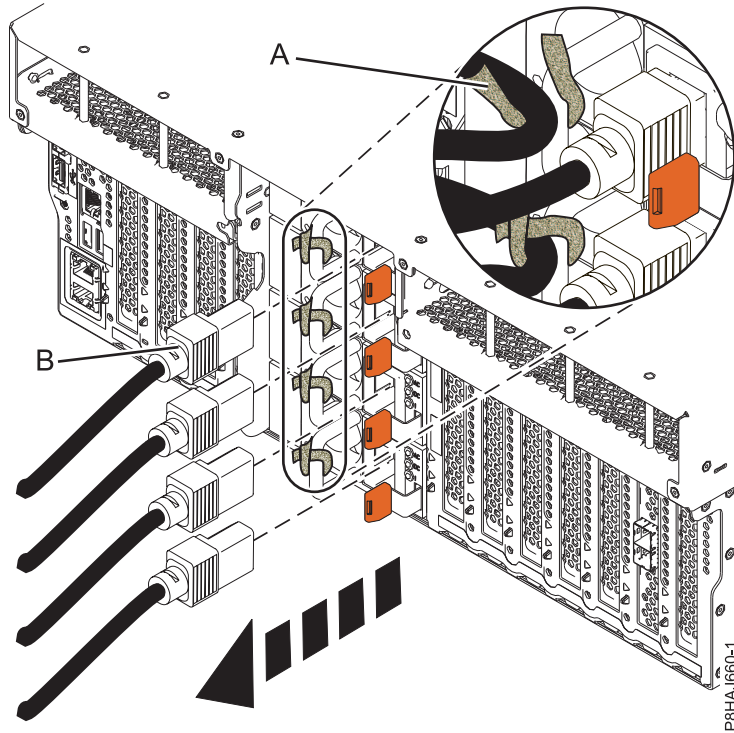
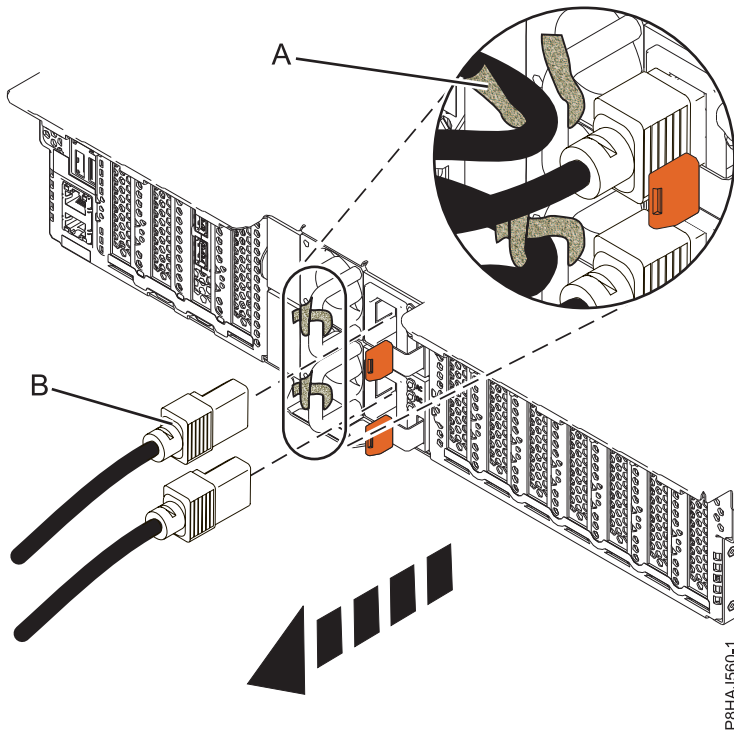
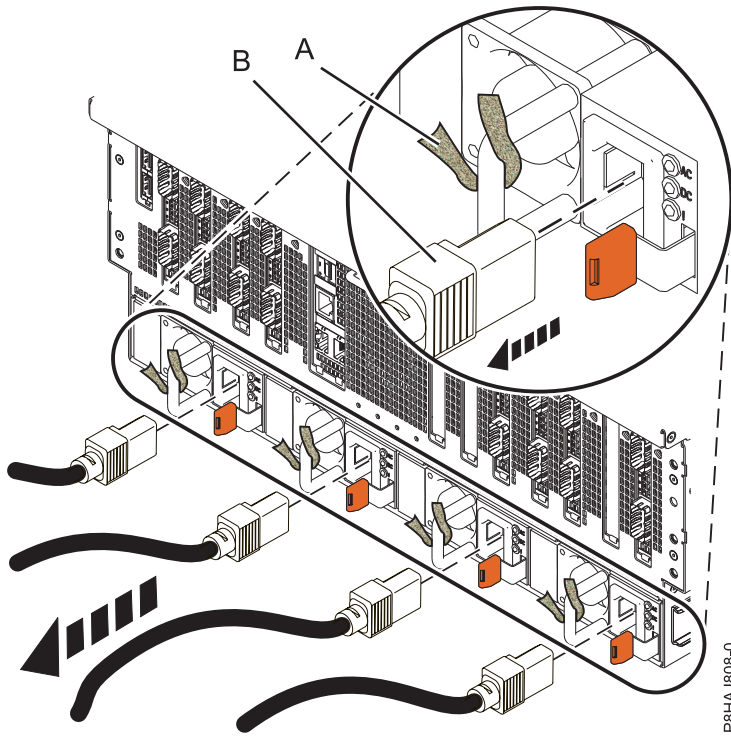

Figura 77. Extracción de los cables de alimentación de un sistema 8247-42L, 8286-41A o 8286-42A
Figura 78. Extracción de los cables de alimentación de un sistema 5148-21L, 5148-22L, 8247-21L, 8247-22L, 8284-21A o 8284-22A
Figura 79. Extracción de los cables de alimentación de un sistema 8408-44E o 8408-E8E
3. Desconecte los cables de alimentación **(B)** de la unidad del sistema. Consulte la Figura 77 en la página 87, la Figura 78 en la página 87 o la Figura 79 en la página 88, dependiendo del tipo de sistema.